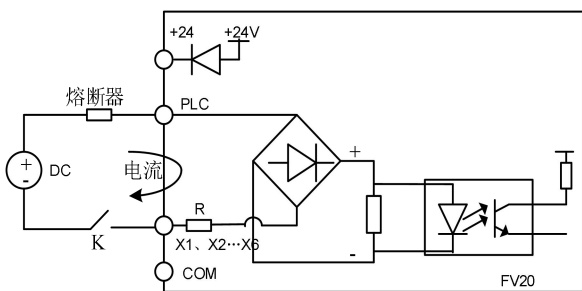

图 4-6 使用外部电源的连线方式
2)使用外部电源(要求电源必须满足 UL CLASS 2 标准，并需要在电源与接口加 4A 的熔断器)，接线方式如图 4-6(注意去除 PLC 与 24V 端子间的连接线)。